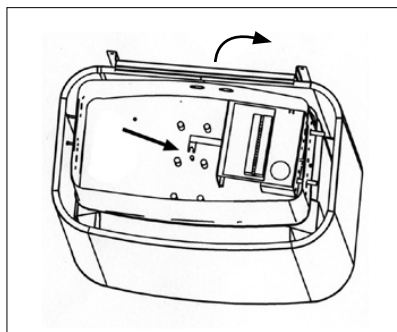

Abb. 4.
- Öffnen Sie die Befestigungsschrauben des mittleren Heizwiderstands und der Reihenklemme in der Mitte des Anschlusskastens so viel, dass Sie den Fuß der Reihenklemme unter der Schraube zur Seite drehen können (Abb. 4).